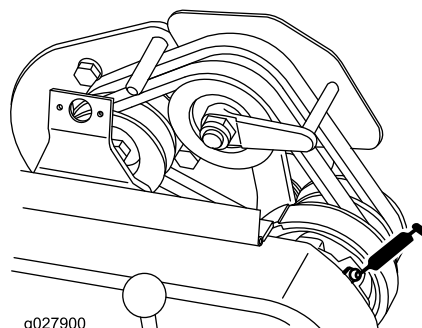

Figure 21
- 1 sur le roulement d'arbre de commande (Figure 21).